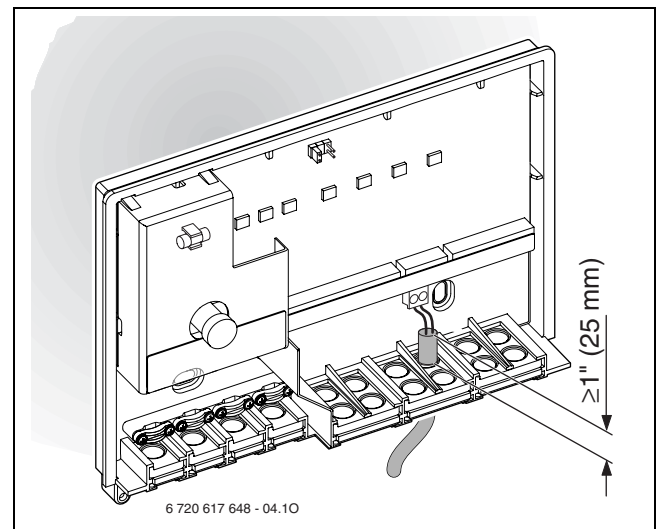

Fig. 21 Protection contre les projections d'eau
- ▶ Protection contre les projections : disposer les câbles de façon à ce que la gaine de câble pénètre d'au moins 20 mm dans le passage de câble (→ Fig. 21) ou la boîte de dérivation pour canal.